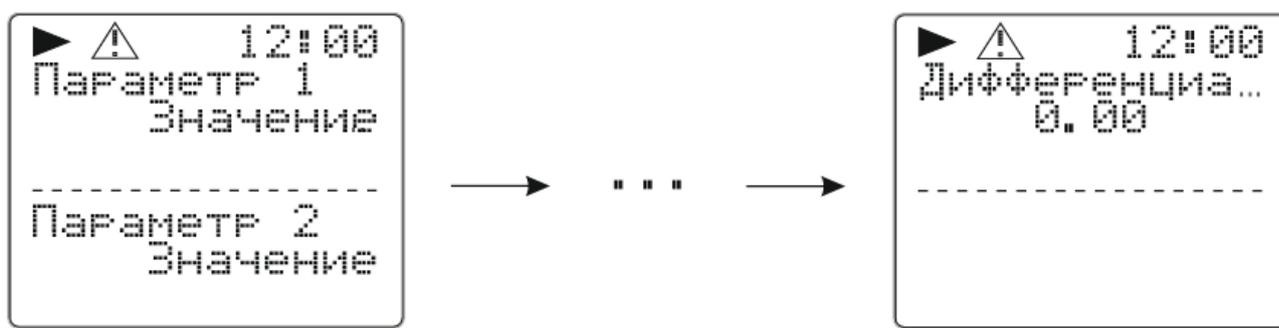

Рисунок 13 – Циклическое меню
**Циклическое меню** представляет собой последовательно сменяющиеся друг друга экраны, на которых могут отображаться максимум 2 параметра, выбранных пользователем при настройке (см. рисунок 13). Если длина любой строки (название параметра или его выводимое значение) на экране превышает максимально выводимую (12 символов), то в этой строке отображаются 11 символов + знак «...», а все надписи на экране автоматически пролистываются сначала вправо, пока не дойдут до конца строки, содержащей наибольшее количество символов, а затем влево – до начала строк; после этого выдерживается временной промежуток (величина которого может регулироваться пользователем при настройке циклического меню), затем включается следующий экран (если экранов в циклическом меню два или более). Максимальное количество сменяющихся экранов – 35. (Подробнее о настройке циклического меню см. п. 14.9.)